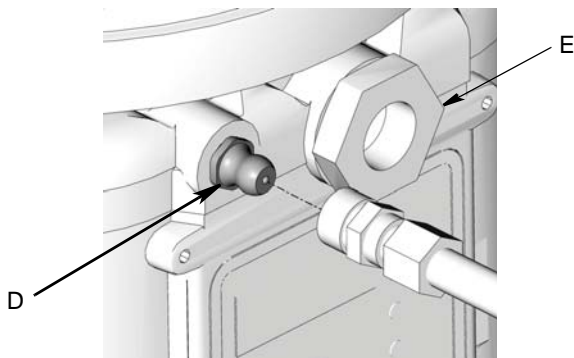

ABB. 13
1. Schließen Sie den Füllschlauch an der Einlassverschraubung an (ABB. 13).